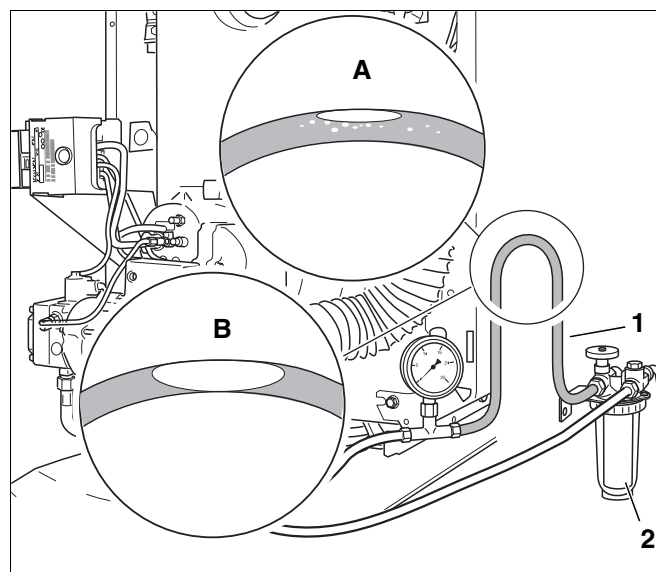

Рис. 39 Вертикальная петля прозрачного шланга
- Соединить прозрачный шланг (Рис. 39, поз. 1) со всасывающей линией за топливным фильтром (Рис. 39, поз. 2).
- Сделать из прозрачного шланга вертикальную петлю так, как показано на (Рис. 39).
- Проверить размеры воздушного пузырька, образовавшегося в шланге (Рис. 39, вид А и В).
Топливопровод достаточно герметичен, если воздушный пузырек в верхней части шланга имеет небольшие размеры (Рис. 39, вид А).
Большой воздушный пузырек (Рис. 39, вид В) говорит о том, что на всасывающей линии и/или в местах подключений имеются неплотности.